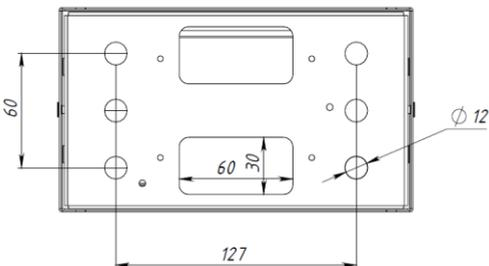

Рисунок 5.
5.3. Подготовьте отверстия на монтируемой поверхности для установки светильника согласно отверстиям в корпусе (рисунок 5).
5.5. Смонтируйте светильник на поверхности при помощи отверстий в корпусе светильника (см. рисунок 5). Следите чтобы кабель не остался зажат между элементами конструкции светильника и монтажной поверхностью.